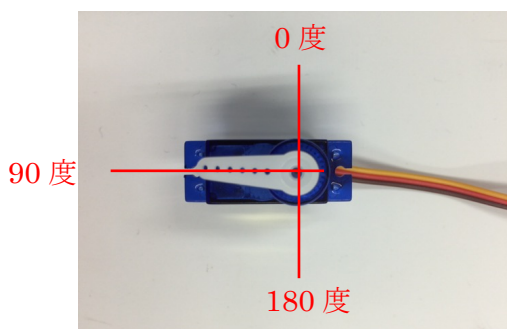

図 7.1.10 : サーボホーンを取り付け
(1) サーボモータの回転軸にサーボホーンを図 7.1.10 のように 90 度の位置に取り付ける。